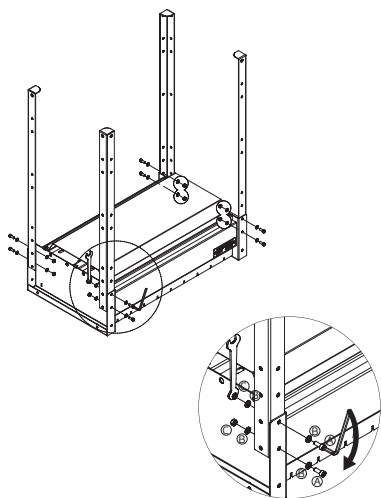
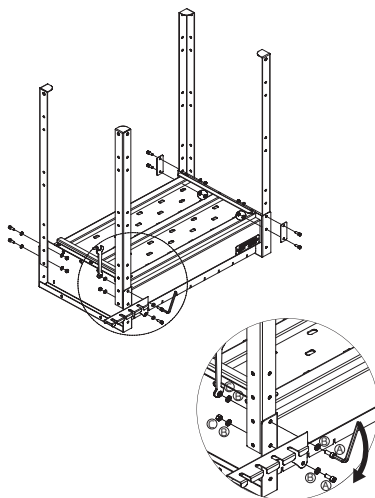

Рис. 8.
Рис. 9.
Взять жаровню (поз. 1) и уложить ее на гофрокартон от упаковки для предупреждения повреждения жаропрочного покрытия, повернуть как показано на рис. 8 (для комплектации «Стандарт»), рис. 9 (для комплектации « Оптима»), рис. 10 (для комплектации «Премиум»), рис. 11 (для комплектации «Люкс»).
- Установить ножки (поз. 2) к углам жаровни (поз. 1) по очереди и закрепить винт (А) — 8 шт., шайба (В) — 16 шт., гайка (С) — 8 шт. с помощью ключей: ключом (К) стороной S10 держать гайку, вращать ключом (L), как показано на рис. 8.
- Установить ножки (поз. 2) к углам жаровни, держатель инструментов (поз. 12) и прокладки (поз. 9) по очереди, далее соединить винт (А), шайбу (В), гайку (С) с помощью ключей: ключом (К) стороной S10 держать гайку, вращать ключом (L), как показано на рис. 9, 10, 11.